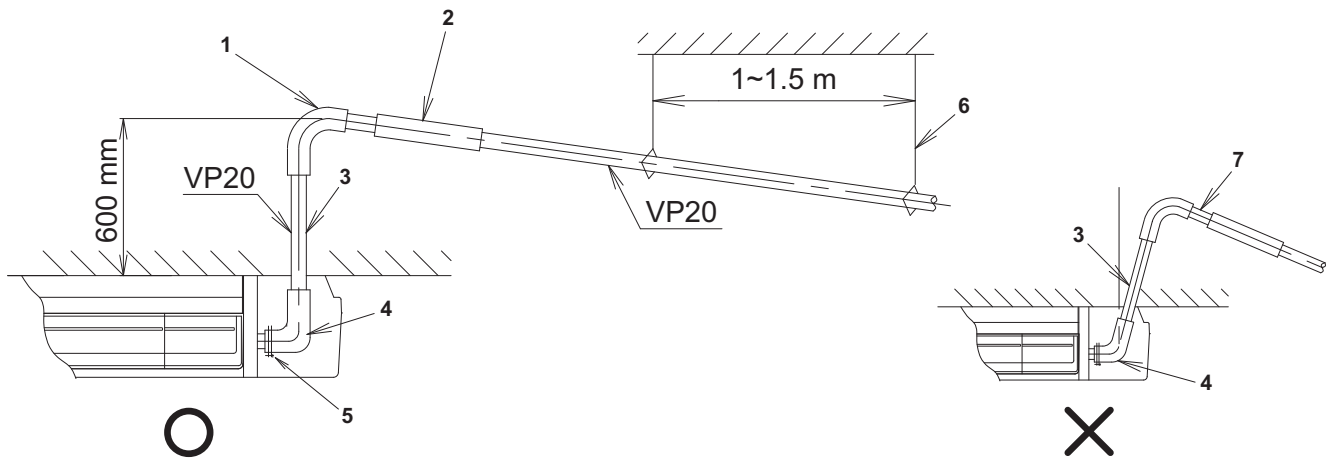

Bild 29
- Installera stöd på intervall om 1 till 1,5 m så att rördragningen inte kan slacka. (Se bild 29)
- Installera dräneringsrören lodrätt. (Se bild 29)